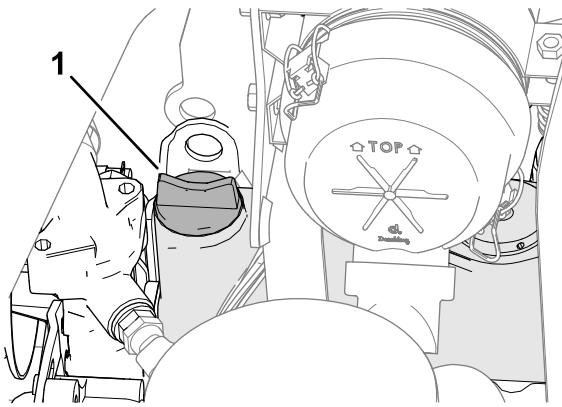

Рисунок 62
- Если уровень масла ниже допустимого, снимите крышку маслозаливной горловины (Рисунок 62) и постепенно, небольшими порциями долейте масло, периодически проверяя его уровень, до отметки «Полный» на масломерном щупе.